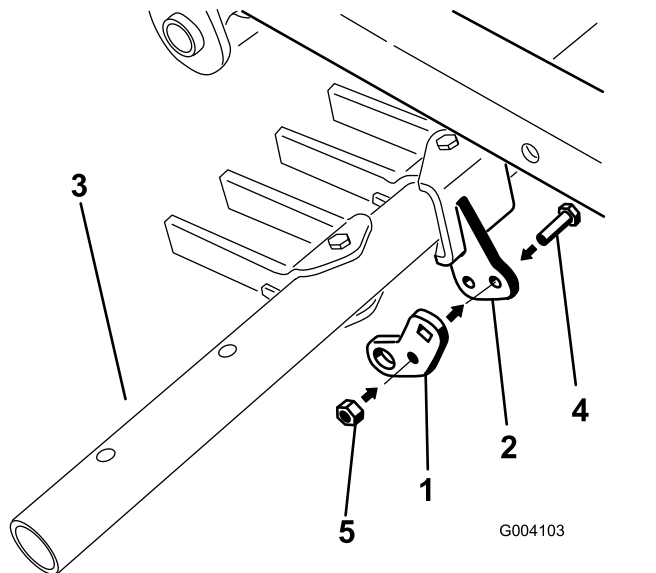

図 14
2. ピボットタブのセンターホールを、ピボットブラケットに取り付けるボルト5/16 x 1"1本とロックナット5/16"1個を使用する 図 14。